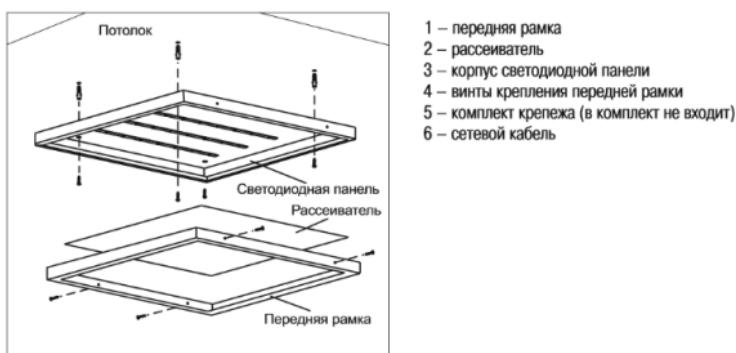

Рисунок 1
4.6 Накладной монтаж производить следующим образом (рисунок 1):
- на торце светодиодной панели отвернуть винты крепления передней рамки (4);
- снять с корпуса светодиодной панели (3) переднюю рамку (1) и рассеиватель (2);